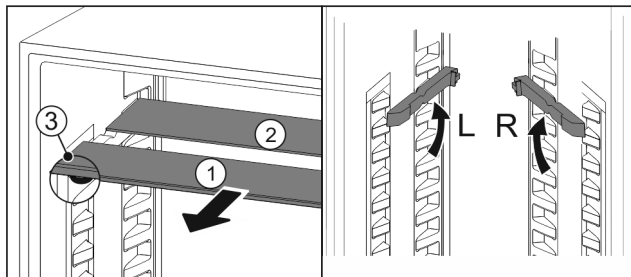

Fig. 73
- ▶ Extrageți Fig. 73 (1) pe rând plăcile de sticlă spre înainte.
- ▷ Placa de sticlă Fig. 73 (1) cu șipca decorativă se află în față.
- ▷ Opritoarele Fig. 73 (3) indică în jos.